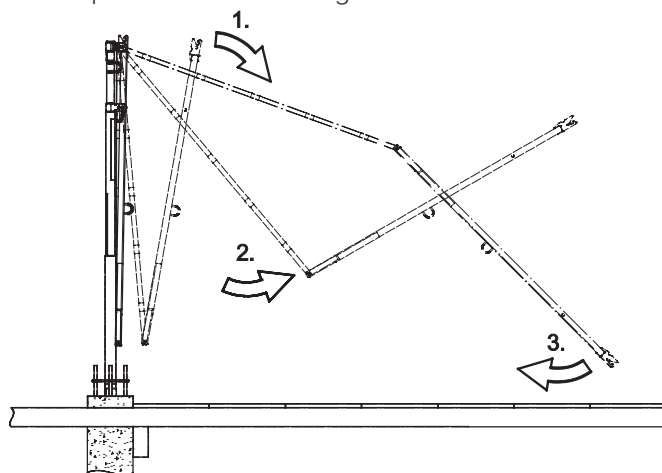

Figure 27. Dépliage de l'ancrage SkyReach
2. Retirez la goupille située sur l'ergot inférieur du mât, fixant le bras et le contreventement. Libérez le bras et le contreventement de l'ancrage SkyReach et procédez selon la Figure 27.